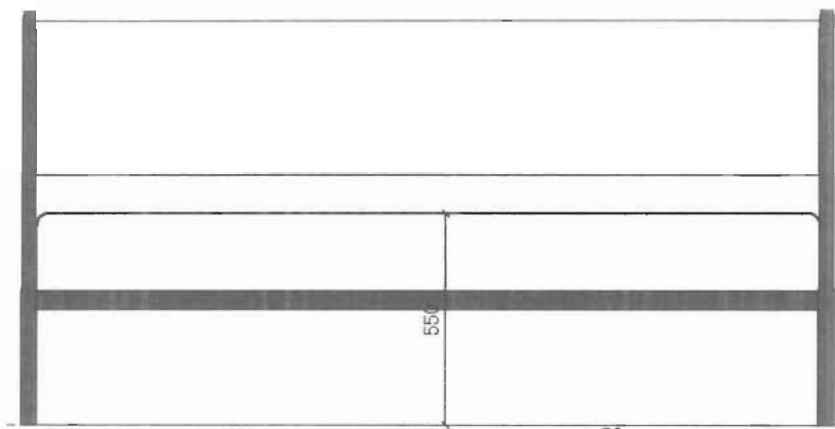

图 5-83
(7) 单击“修改”工具栏中的“偏移”按钮, 将最下方的水平线段向上偏移 550mm, 然后单击“修改”工具栏中的“圆角”按钮对线段的两端进行圆角处理, 如图 5-83 所示。